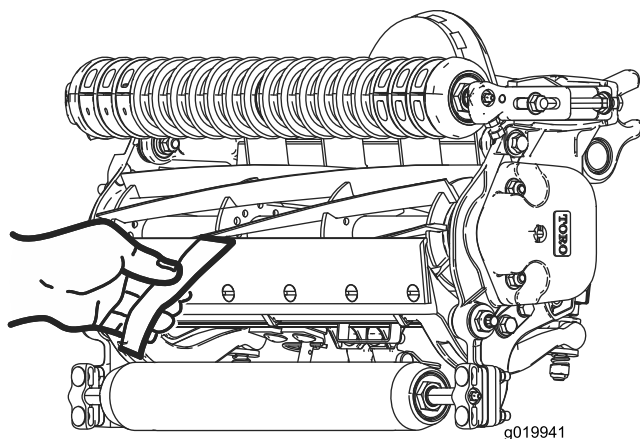

Figura 18
10. Pruebe el rendimiento de corte insertando una tira larga de papel de prueba del rendimiento de corte (Pieza Toro N° 125-5610) entre el molinete y la contracuchilla, perpendicular a la contracuchilla (Figura 18). Gire el molinete **lentamente** hacia adelante; debe cortar el papel.